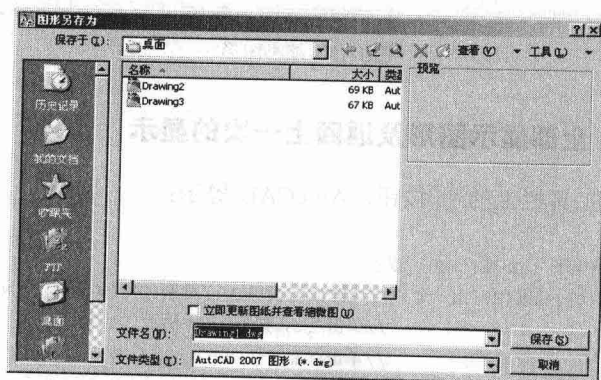

图 1-17 【图形另存为】对话框
(1) 选择菜单命令【文件】/【保存】，弹出【图形另存为】对话框，如图 1-17 所示。
(2) 输入新文件名“Drawing1.dwg”，单击 按钮。